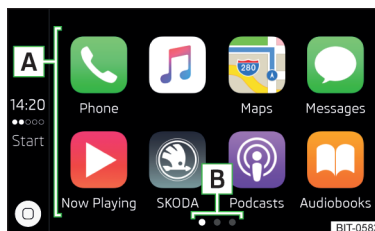

Fig. 198
- Seleccionar en el menú principal Apple CarPlay la aplicación deseada en el área **A** » fig. 198.